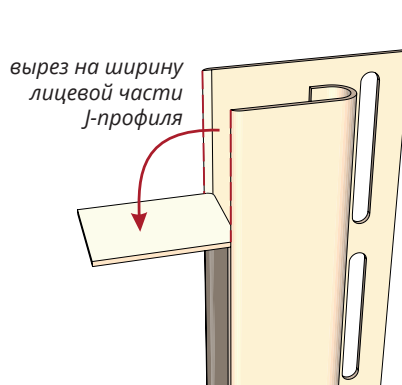

Рисунок 46
- 14.3** Для соединения двух профилей 7/8 под углом 90° – вариант №2. Сделайте подрез J-профиля, который должен монтироваться верхним согласно рис. 46.